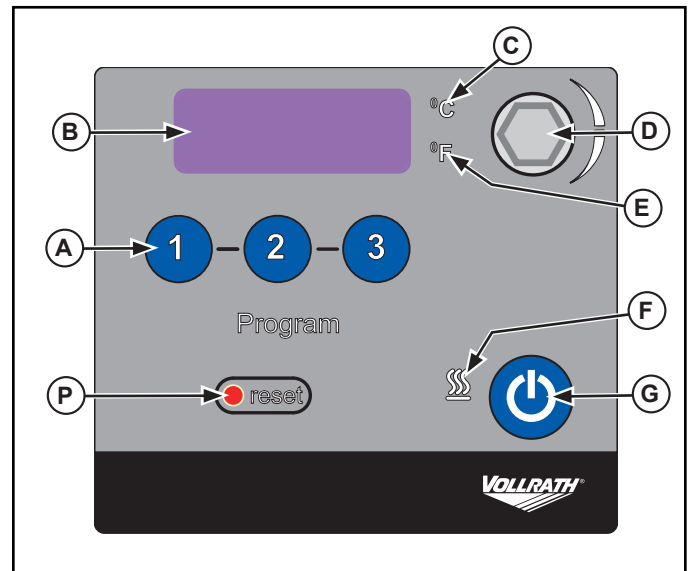

Figure 1. Avant du panneau de commande.
- Réglez le sélecteur de vitesse de la pompe (I) au réglage souhaité.
- Appuyez sur le bouton de marche/arrêt du contrôleur (G). (Figure 1).
- Appuyez sur la température de consigne 2 (A) tout en plaçant l'interrupteur d'alimentation (J) en position Marche (Figures 1 et 2).
- Appuyez sur la température de consigne 3 (A) tout en plaçant l'interrupteur d'alimentation (J) en position Marche (Figures 1 et 2).
1. Pour programmer des températures : Avec l'appareil en marche, appuyez sur le bouton de pré-réglage de température (A) 1, 2 ou 3. Un point décimal sur l'affichage (B) commence à clignoter et rappelle le réglage précédent (Figure 1).
2. Tournez le bouton Sélection/Réglage (D) jusqu'à ce que s'affiche la température souhaitée. Une fois le réglage souhaité atteint, appuyez une seconde fois sur le bouton Sélection/Réglage (D). Appuyez sur le bouton de pré-réglage de température (A) souhaité pour enregistrer la température sur ce bouton.
1. Appuyez sur le bouton Sélection/Réglage (D) jusqu'à ce que l'affichage (B) indique **LLo** (10 secondes environ), puis relâchez-le (Figure 1). Une fois les commandes verrouillées, le point décimal de la température de consigne ne clignotera pas.
2. Rappuyez sur le bouton Sélection/Réglage (D) jusqu'à ce que l'affichage (B) indique **LLo** (10 secondes environ), puis relâchez-le pour déverrouiller les commandes. Une fois les commandes déverrouillées, l'affichage (B) indique **CAn**.
Si le niveau d'eau chute en dessous de l'élément chauffant, le thermostat de sécurité s'activera et coupera l'alimentation de l'élément chauffant et de la pompe. L'affichage (B) indiquera **FLt 3**. Laissez refroidir et appuyez sur le bouton Reset (P) (Figure 1).
1. Appuyez sur le bouton de marche/arrêt du contrôleur (G) et mettez l'interrupteur de marche/arrêt (J) en position Arrêt (Figures 1 et 2).